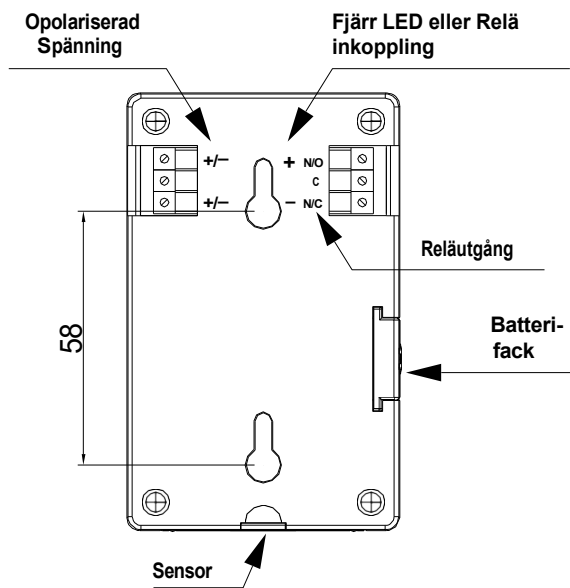

Fig. 1: 204 Inkopplings beskrivning
8. Anslut ledarna till plintarna som visas i Fig. 1.
2. Installera anslutningskablar till terminalerna som visas i Fig.1. Upp till 38 enheter kan kopplas samman, med en maximal kabellängd om 400 m.
2. Installera kablar till terminalerna som visas i Fig. 1.
1. Installera kablar från den extra utrustningen till terminalerna NO, NC och COM som visas i Fig. 1.